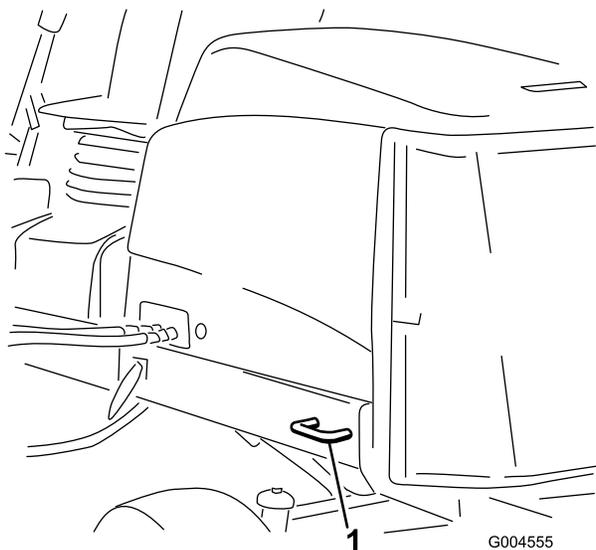

Figura 39
- Posteriori – Ogni lato della macchina sul telaio posteriore (Figura 39).